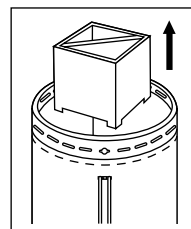

Fig.3
**A.)** Enlevez tout le matériel d'emballage de la chauffeferette. (Fig. 3)